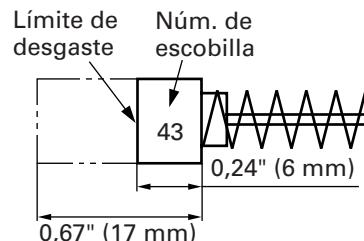

Fig. 24
## 4. Inspeccionar los escobillas de carbón (Fig. 24)
**NOTA:** Utilice las escobillas metabo HPT Núm. 43 indicadas en la Fig. 24.